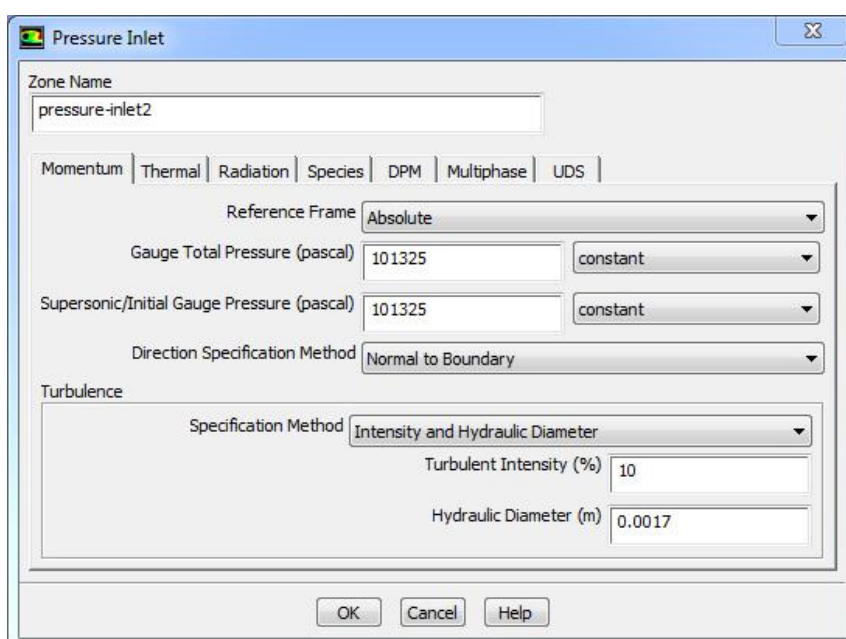

Рисунок 1.15 – Меню настройки давления на входе (*pressure\_inlet2*)
2. Для задания параметров границы для подачи топлива в впускную область двигателя необходимо в окне *Zone* выбрать нужное граничное условие *pressure\_inlet2*, убедиться, что в окне *Type* тип граничного условия указан верно (рисунок 1.15).